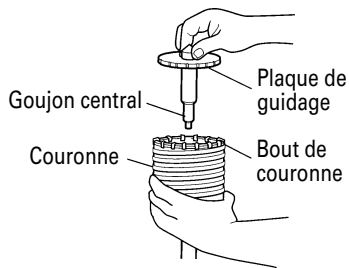

Fig. 14
- (3) Introduire la goujon central dans la plaque de guidage jusqu'à ce qu'il arrête.
- (4) Engager la plaque de guidage dans la couronne et tourner la plaque de guidage à gauche ou à droite de manière à ce qu'elle à ce qu'elle ne puisse pas tomber, même si elle orientée vers le bas. (Fig. 14)